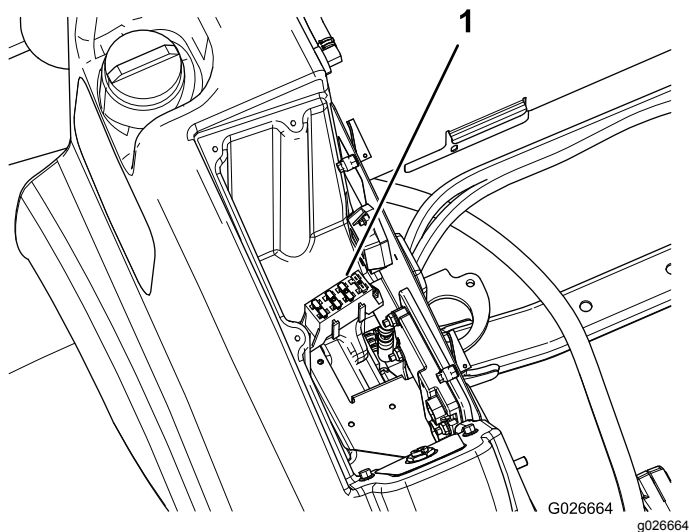

Figura 20
2. Localize o bloco de fusíveis (Figura 20).